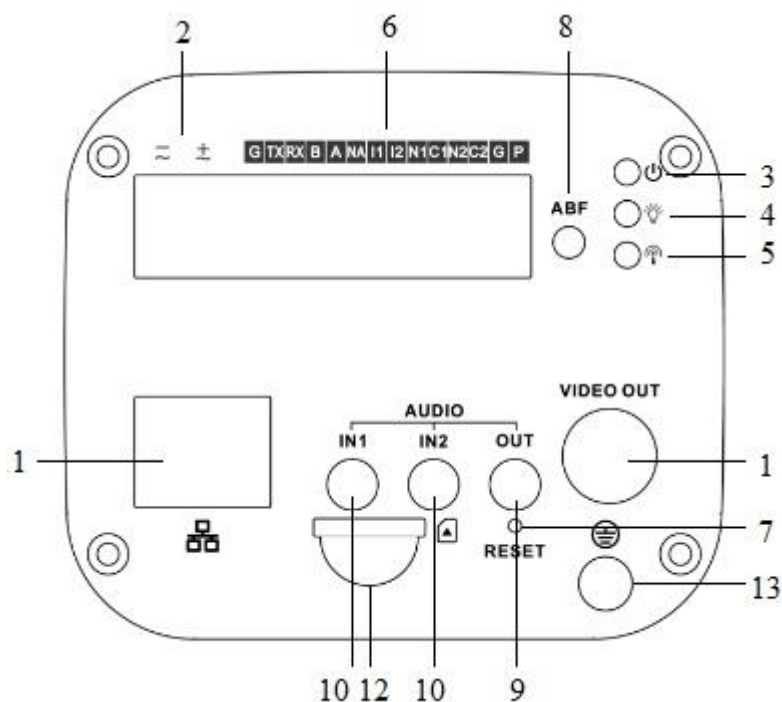

Рисунок 6
Кнопка аппаратного сброса (рис.6) используется для возврата к настройкам по умолчанию. Если нажать и удерживать эту кнопку в течение 5 секунд, конфигурация системы вернется к заводским настройкам.
- 6.2 Подключите соединительные провода (разъемы) в соответствии со схемой внешних подключений (рис.6) и соблюдением полярности. Неверное соединение может привести к повреждению и/или неправильному функционированию оборудования.